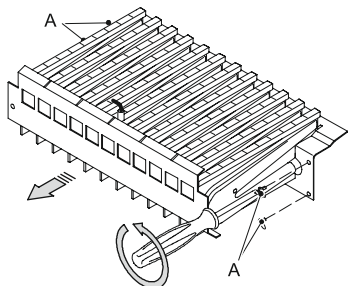

Рис. 5.1
- Снимите переднюю панель камеры сгорания и горелку, см. Рис. 5.1.
- Установите на место горелку (Рис. 5.1), переднюю панель камеры сгорания и панель герметичной камеры.